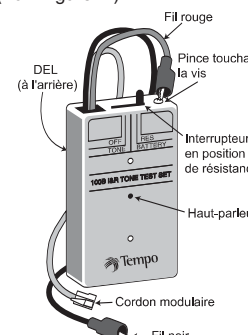

Fig. 1
- CALIBRATION :** Une résistance interne de 1 mégohm permet d'effectuer une comparaison avec la résistance de défaut du circuit ou de l'installation testé. (Voir Figure 1.)